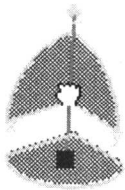

图 1-8 直线移动（一）
(1) 平移 单击罗盘上的任一直线（即 x、y、z 轴）移动，物体就会沿着所选中的直线方向移动，如图 1-8 和图 1-9 所示。抓住罗盘上 xy、xz、yz 任一平面，屏幕上的空间及物体可在所抓住的平面上移动，如图 1-10 所示。